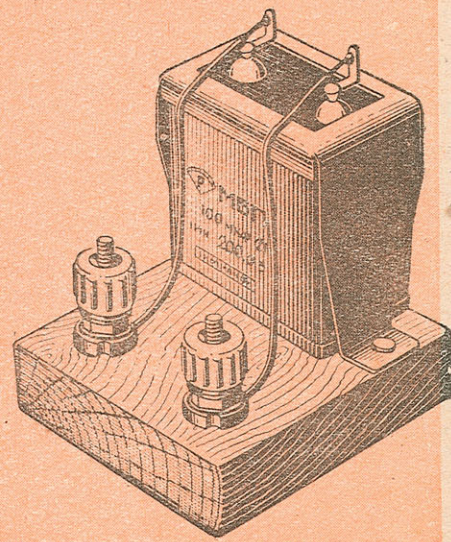

Рис. 5.
5. Конденсатор емкостью 10 мкф (рис. 5) (бумажный). Тип — «МБГП-2». Рабочее напряжение — 200 в. Обозначение —  $C_2$ .